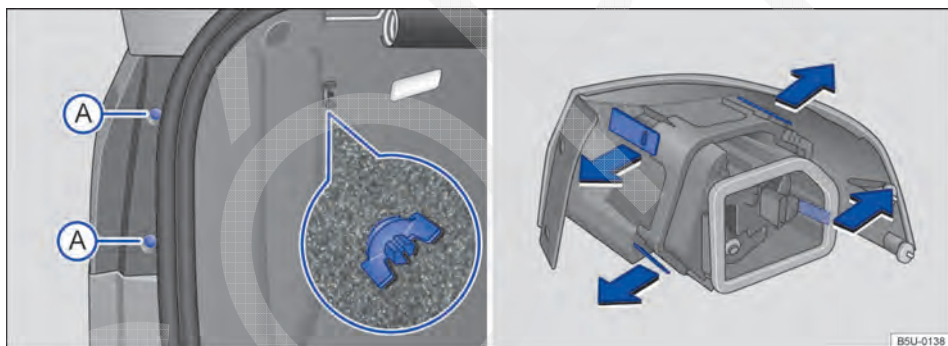

Fig. 173 Na carroceria: remover a lanterna traseira e suporte das lâmpadas.
3. Remover os parafusos de fixação → Fig. 173 .
4. Soltar o parafuso borboleta → Fig. 173 (lupa) e retirá-lo, segurando, ao mesmo tempo a lanterna traseira.
8. Para destravar o suporte das lâmpadas, pressionar cada lingueta de travamento no sentido das setas → Fig. 173.